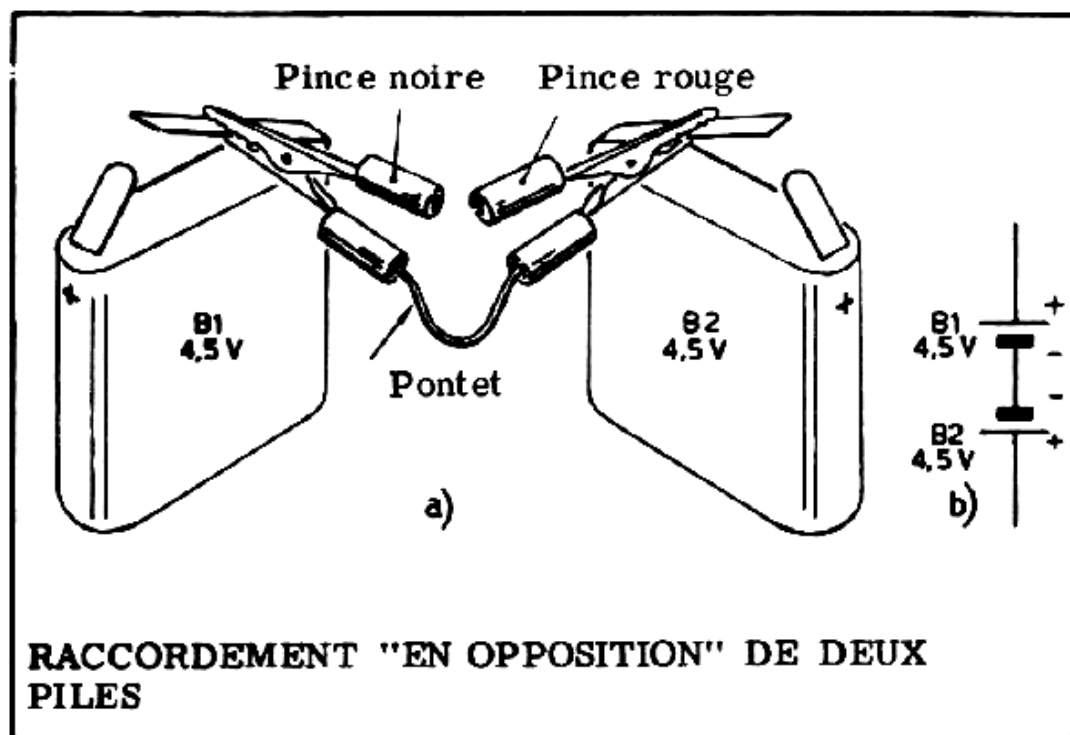

Figure 22
b) Débranchez la pince rouge du pontet du pôle positif de la pile B 2 - et reliez-la au pôle négatif de la même pile (figure 22 - a). Le schéma électrique de ce raccordement se trouve figure 22 - b. Les deux piles sont à présent **EN OPPOSITION**.